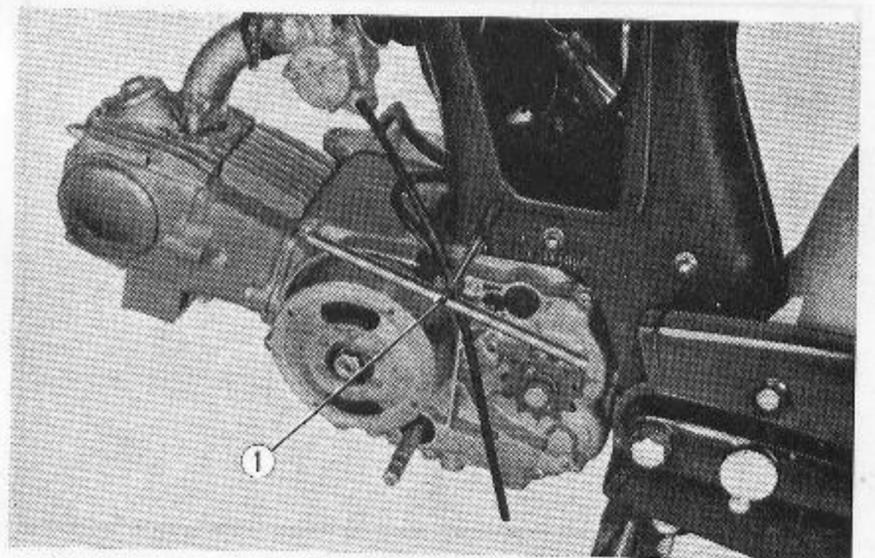

Abb. 3.11 Vorübergehende Motoraufhängung
- (1) Der Einbau wird in umgekehrter Reihenfolge zu den Ausbauleitungen in Abschnitt 3. A durchgeführt.
- (2) Der Motor kann beim Einbau mit Hilfe eines Kreuzschlitzschraubenziehers vorübergehend aufgehängt werden, bis die Aufhängebolzen eingesetzt sind. (Abb. 3.11)